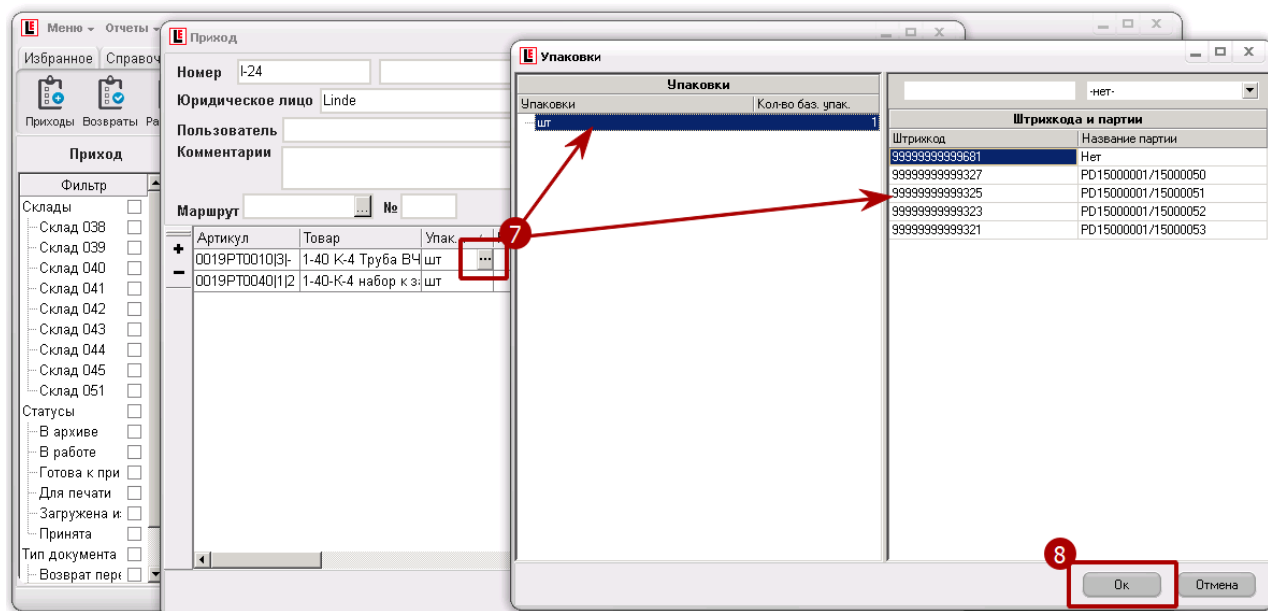

Рисунок 11.2.
- 7) После добавления товара в детализацию ПНК выбрать упаковку и партию товара (рис. 11.2), по которым нужно осуществить приемку. Для этого открыть карточку упаковок нажатием на кнопку «...» в табличной части ПНК;